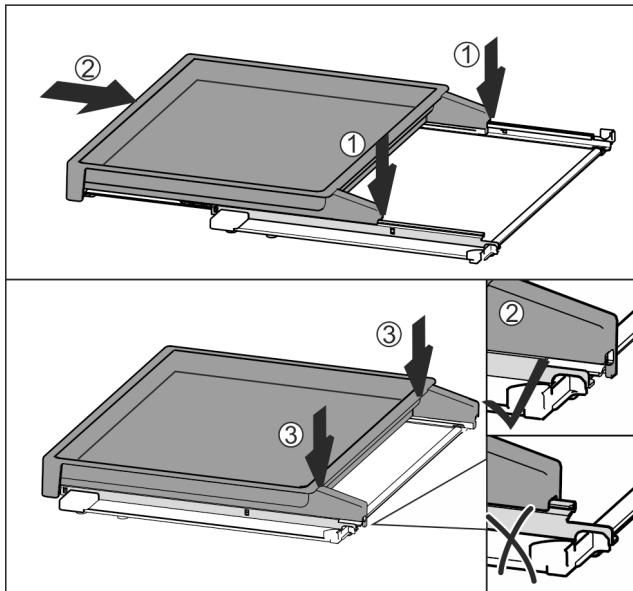

Fig. 97
- Установить по центру на направляющие Fig. 97 (1).
- Вставить вытяжную панель полностью Fig. 97 (2).
- Нажимать на задней стороне до тех пор, пока не будет слышна фиксация Fig. 97 (3).